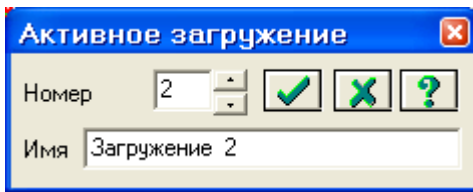

Рис.16.18. Диалоговое окно **Активное загрузение**
- Смените номер загрузки, вызвав диалоговое окно **Активное загрузке** (рис.16.18) с помощью меню **Нагрузки** ⇒ **Выбор загрузки** (кнопка на панели инструментов).